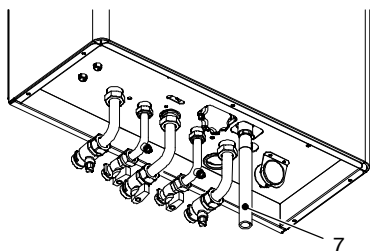

fig. 5.6
- 6 Collegare il tubo 7 in fig. 5.6 dello scarico della valvola di sicurezza al tubo di scarico.